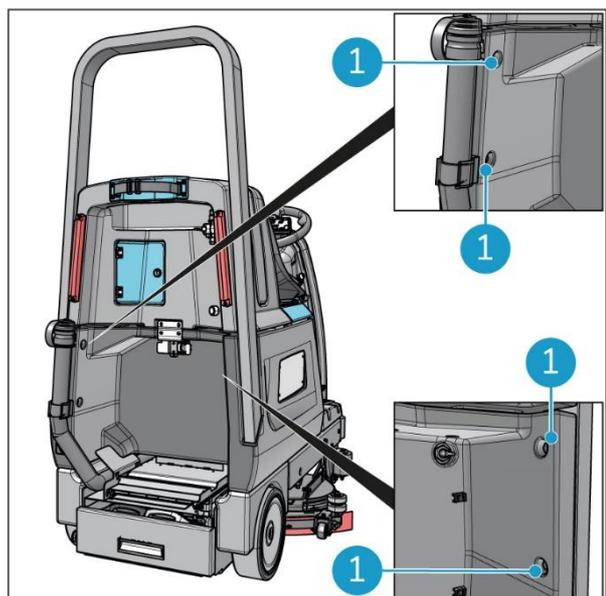

Figure 13
1. Mettez la barre pour i-mop en place, à l'arrière de l'i-drive (Figure 13).
2. Serrez les 4 boulons (Figure 13, pos. 1) (couple de 15 Nm).